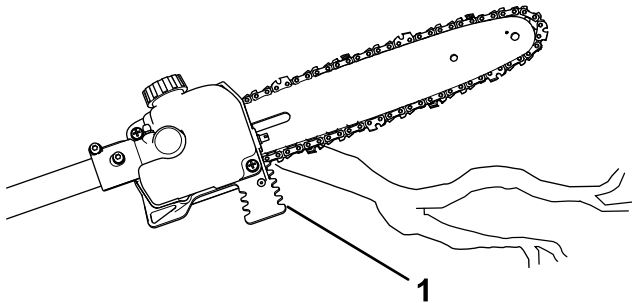

Figure 10
5. Coupez la branche vers l'arrière du guide-chaîne, près du guide de coupe; appuyez la chaîne légèrement contre le bois et laissez agir le poids de l'élagueuse pour couper (Figure 10).